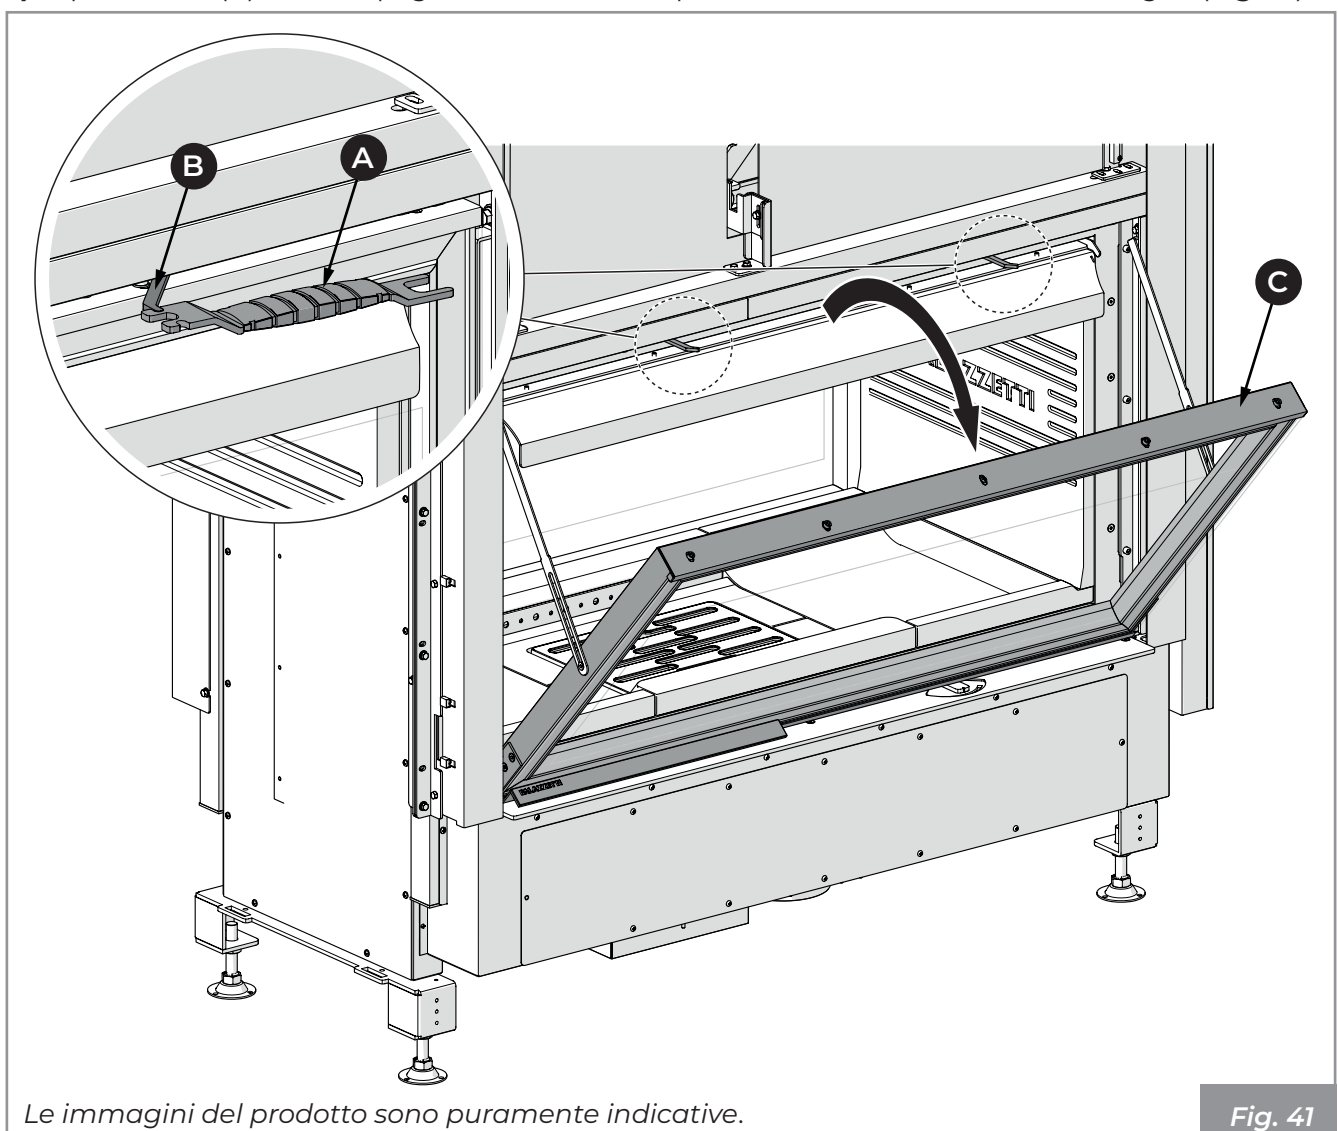

Fig. 41
- 1) Utilizzare la maniglia fredda (A) per ruotare la leva (B).
- 2) Aprire l'anta (C) e accompagnarla fino alla completa estensione dei bracci di sostegno (Fig. 41).